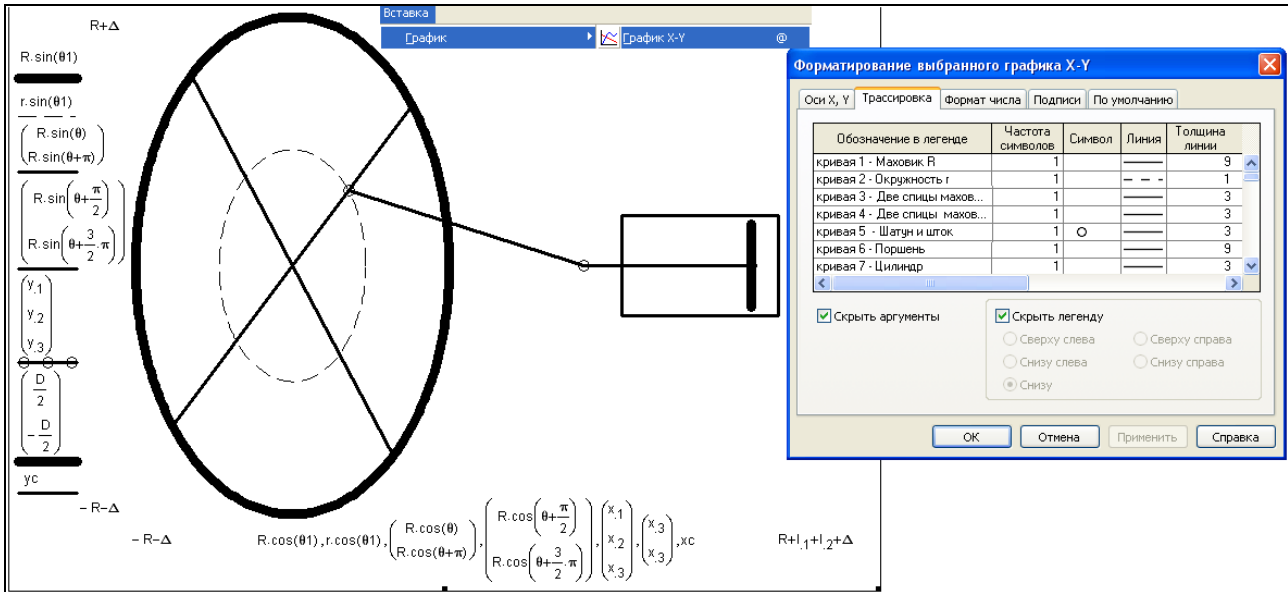

Рис. 2. Форматирование графика – схемы паровой машины
На рис. 2 зафиксирован процесс вставки, заполнение и форматирования декартового графика, с помощью которого рисуется паровая машина. У графика семь кривых, описание которых (семь пар выражений) представлено на осях графика и перечислено в окне форматирования графика:
- Кривая 1. Окружность маховика паровой машины рисуется так. Задается переменная θ_1 , хранящая не скалярное значение, а дискретные значения угла от 0° до 360° с шагом 1° (см. оператор в нижней части области Решение на рис. 1). На графике (рис. 2) строится так называемая параметрическая кривая с выражениями $R \cdot \sin(\theta_1)$ на оси Y и $R \cdot \cos(\theta_1)$ на оси X, что и позволяет нарисовать окружность с радиусом R.
Размер графика нужно установить таким, чтобы маховик выглядел круглым (см. рис. 1 – на рис. 2 маховик выглядит овальным из-за того, что пропорции графика несколько искажаются при его форматировании). Изменение размера графика ведется протяжкой мышкой его рамки. Кроме того, при создании анимации нужно зафиксировать разброс графика по его осям. По умолчанию пакет Mathcad сам устанавливает этот разброс, ориентируясь на максимальные и минимальные значения величин по осям абсцисс и ординат, которые могут меняться. Но в процессе создания анимации этот разброс должен быть зафиксирован: на концах графика мы записали $-R-\Delta$ и $R+\Delta$ (ось X) и $-R-\Delta$ и $R+l_1+l_2+\Delta$ (ось Y), где Δ – это некий зазор не только для цилиндра паровой машины (см. выше) но и для графика. Если разброс графика не зафиксировать, то анимация будет «кривая»: окружность будет деформироваться в эллипс и т.д.
и определять значения коэффициентов **A** и **B**, а затем решить еще одну систему двух уравнений, одно из которых нелинейно, и находить координаты точки 6. Когда координаты всех точек определены, легко можно создать анимацию движения дворников автомобиля по методике, описанной выше для паровой машины – см. рис. 2 и 3.